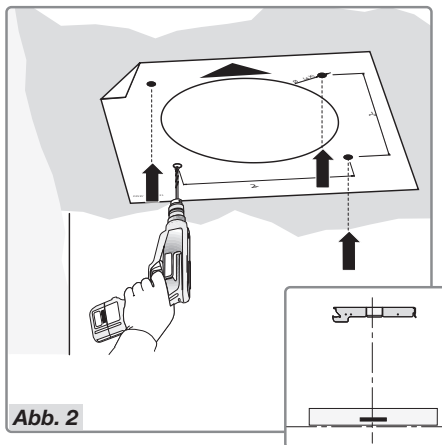

Abb. 2
- Nehmen Sie die Schablone, und halten Sie diese an die Decke, wobei sich der Pfeil an derselben Seite befinden muss wie das Bedienfeld der Abzugshaube (Abb. 2).